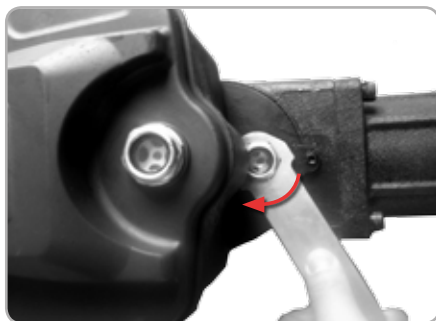

Fig.5
**Alimentarea cu ulei de motor (Fig. 5):**